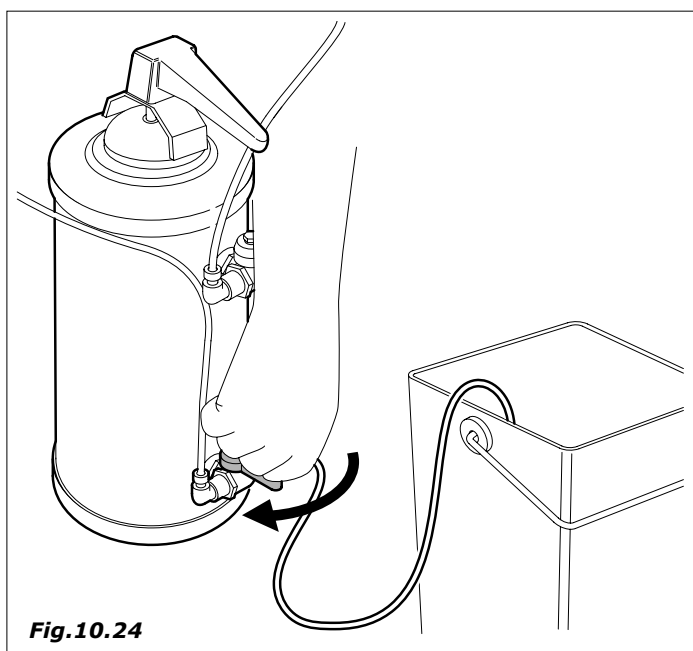

Fig.10.24
- dejar circular el agua hasta que salga limpia (Fig.10.24)